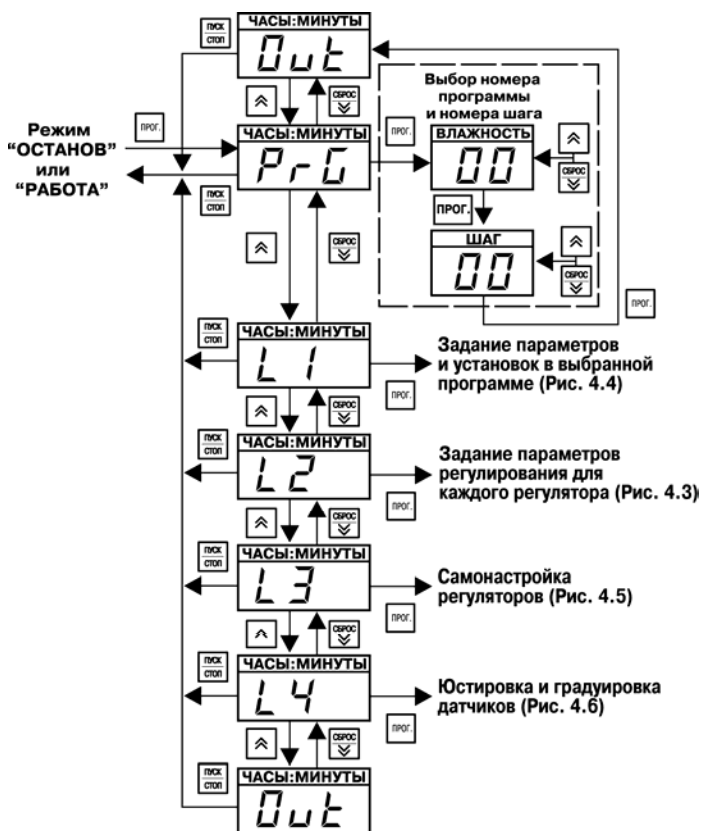

Рис. 4.2. Основное меню режима ПРОГРАММИРОВАНИЕ
4.2.2.1. **Схема основного меню режима ПРОГРАММИРОВАНИЕ**, а также меню подрежима выбора программы для исполнения изображены на рис. 4.2. По вертикали расположены изображения того, что индицируется на верхнем индикаторе «ЧАСЫ:МИНУТЫ». Линии со стрелками указывают направления перехода с одного уровня программирования на другой, изображения кнопок около линий показывают, с помощью какой кнопки можно перейти с уровня на уровень.
Для выбора уровня программирования необходимо после появления сообщения «**PrG**» (см. рис. 4.2) нажать кнопку  (вверх), прибор перейдет на уровень L1; дальнейшее нажатие этой кнопки позволяет последовательно перейти на уровни программирования L2, L3, L4 и далее – в «нижнее» состояние «**Dot**» основного меню (означает окончание списка параметров, в данном случае – списка уровней программирования). При этом на индикаторе «ЧАСЫ:МИНУТЫ» высвечивается наименование каждого уровня и состояния.
Нажатием кнопки  (вниз) осуществляется обратный переход от уровня L4 к уровням L3, L2, L1, «**PrG**» и далее – в «верхнее» состояние «**Dot**» основного меню (см. рис. 4.2).
необходимо после появления сообщения «**PrG**» (см. рис. 4.2) нажать кнопку . Прибор перейдет в подрежим выбора программы (шага) для исполнения (см. рис. 4.2, справа вверху обведенную пунктиром часть схемы). При этом на индикаторе «ВЛАЖНОСТЬ, %» индицируется номер программы.
Если программа должна выполняться не с первого шага, то, нажав кнопку  (см. рис. 4.2), устанавливают кнопками  (вверх) или  (вниз) номера шага, с которого начнется выполнение программы; при этом на индикаторе «ШАГ» высвечивается номер шага.
на мигающем «L2», нажать кнопку. На сдвоенном индикаторе «ЧАСЫ:МИНУТЫ» будет гореть надпись «Cod», на индикаторе «ПАРАМЕТР» будет мигать произвольное число (на рис. 4.2 число «000» изображено условно), на самом нижнем индикаторе отображается обозначение уровня L2.